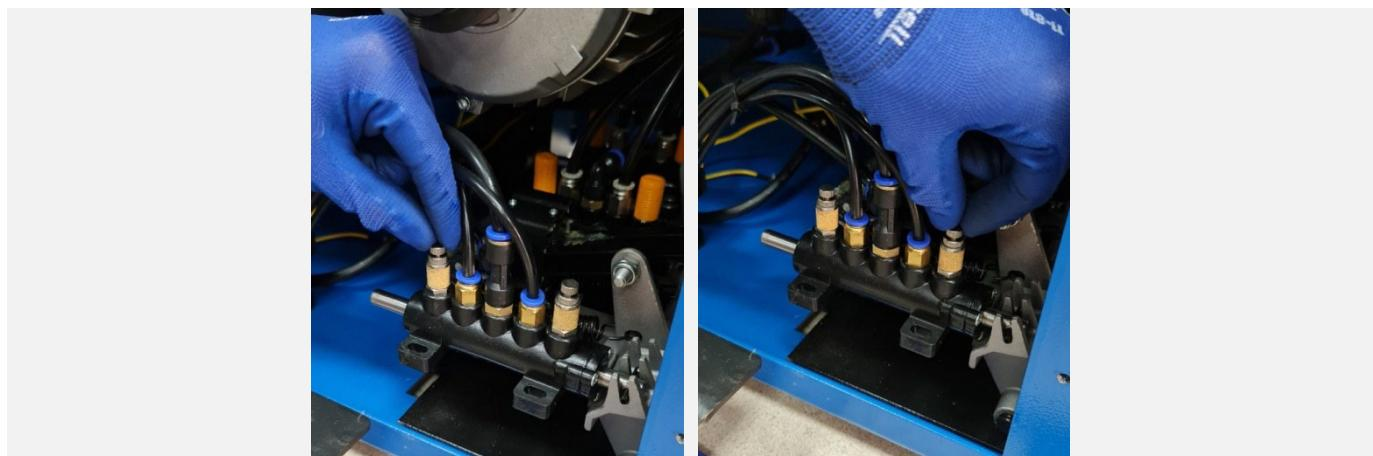

Рисунок 74
**11.7.2** Поворачивая пневмодроссель с глушителем, расположенный на пневматическом распределителе, управляющим движением монтажной колонны (см. Рисунок 74), установить требуемую скорость (плавность) откidyвания и возврата в рабочее положение монтажной колонны.